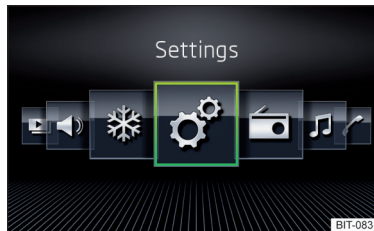

Abb. 174
- Die Option **Raster-Anzeige** » Abb. 173 oder **Horizont. Anzeige** » Abb. 174 wählen.